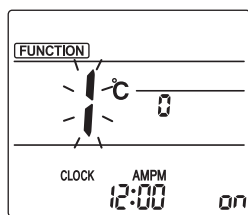

Fig. 3-1
- Passaggio al modo di impostazione dell'angolazione deflettore manuale. Premere il pulsante **[MENU]**. (Avviare questa operazione con il display del comando a distanza spento). "FUNCTION" si illumina e lampeggia "1". (Fig. 3-1) Premere il pulsante **[▲]** per selezionare "2", poi premere il pulsante **[SET]**.